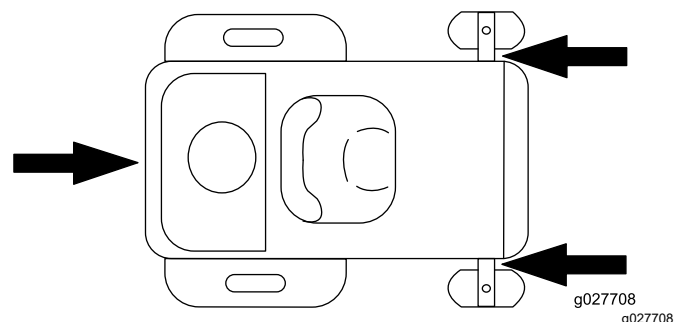

Figure 26
- Arrimez solidement la machine sur la remorque ou le camion à l'aide de sangles, chaînes, câbles ou cordes. Utilisez uniquement les points d'attache désignés sur la tondeuse, comme montré à la Figure 26. Utilisez ces points même pour transporter la tondeuse équipée d'un accessoire. L'utilisation de points non désignés risque d'endommager la tondeuse et/ou l'accessoire.